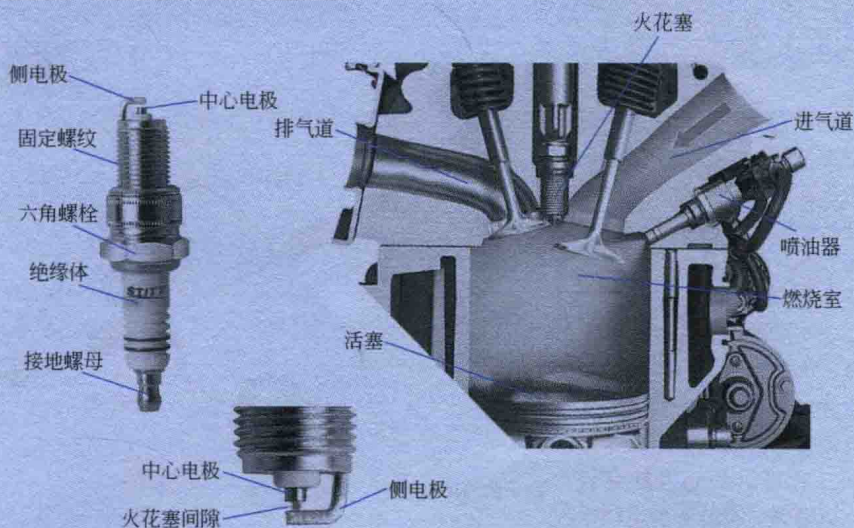

图 1-9 火花塞点燃混合气
① 普通汽油发动机必须将汽油与空气混合后再送入气缸中，燃油直喷汽油机和柴油机则是将燃油直接喷入已充满压缩空气的气缸中。
② 汽油发动机必须用火花塞点燃混合气（图 1-9），而柴油发动机则是利用超高压使混合气因温度升高而自动点燃。